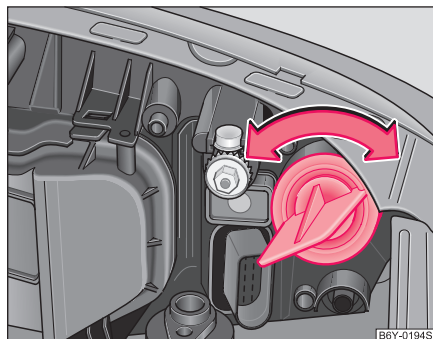

Fig. 158 Demontarea becului pentru luminile de semnalizare față
- Deșurubați spre stânga fasungul becului ⇒ Fig. 158.